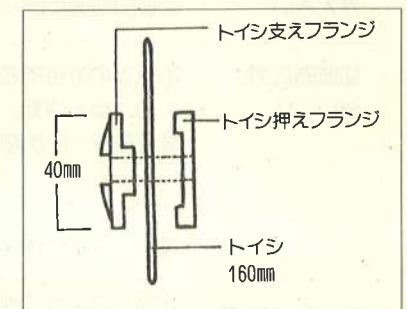

図6
- トイシの取付けは、下記の順にセットして下さい。（図6参照）